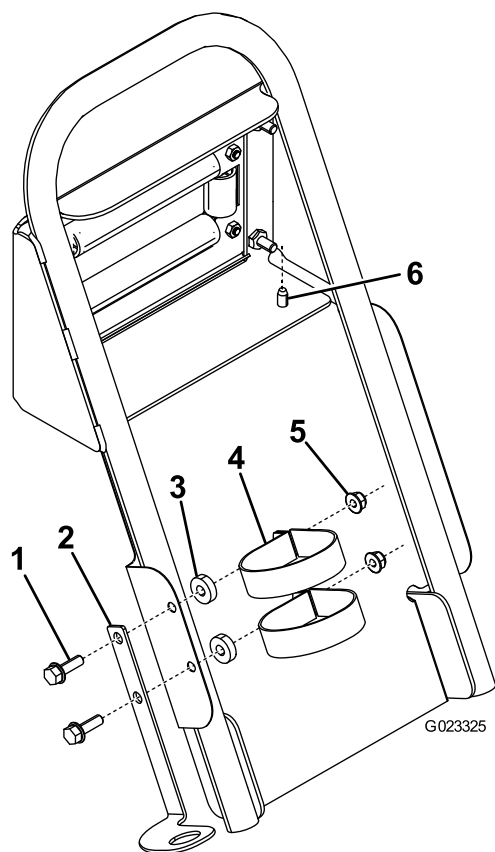

図 9
7. 泥除けシールドの上部をハンドルに固定するタップねじ2本を使用する図 9。
8. スプレーガン・ホルダーを、泥除けシールドに図 9に示すように取り付ける。